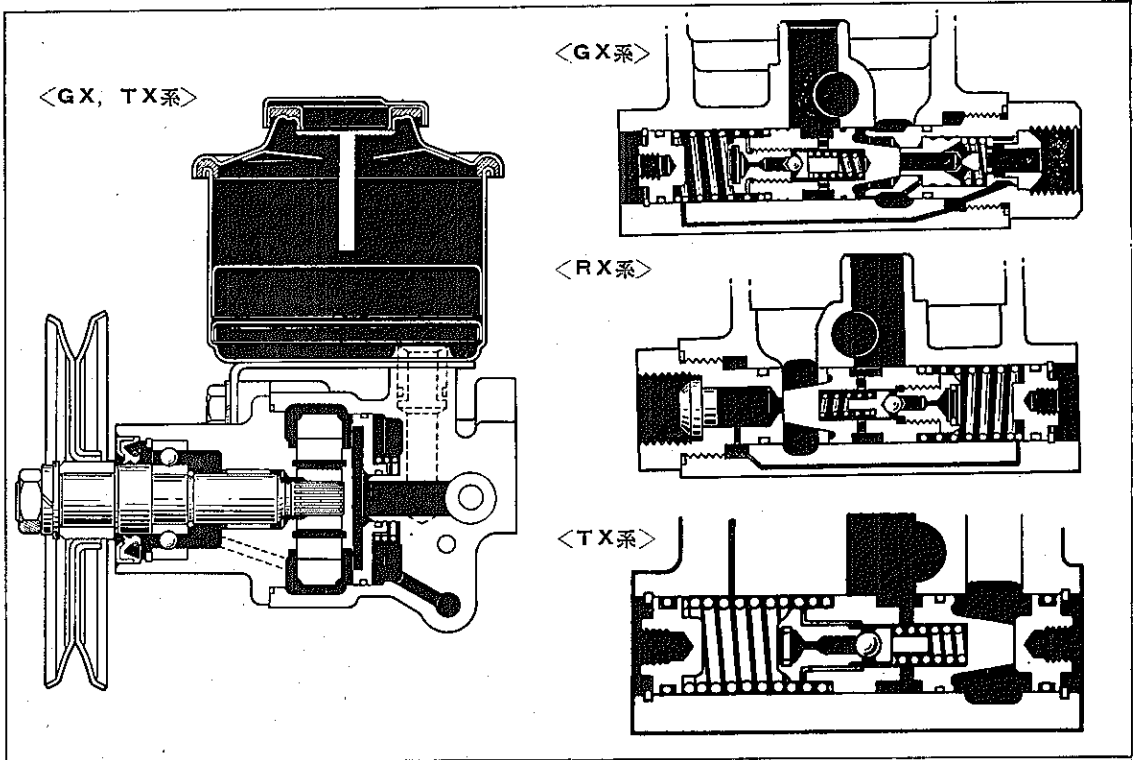

図6-6-7 ベーン ポンプ断面
4. フロー コントロール バルブの組み付け方向性を確認する。(図6-6-7参照)
- ①ベーン ポンプの固定はバイスではさむ。
- ②フロント ハウジングの取りはずしまたは組み付けは下記要領で行なう。